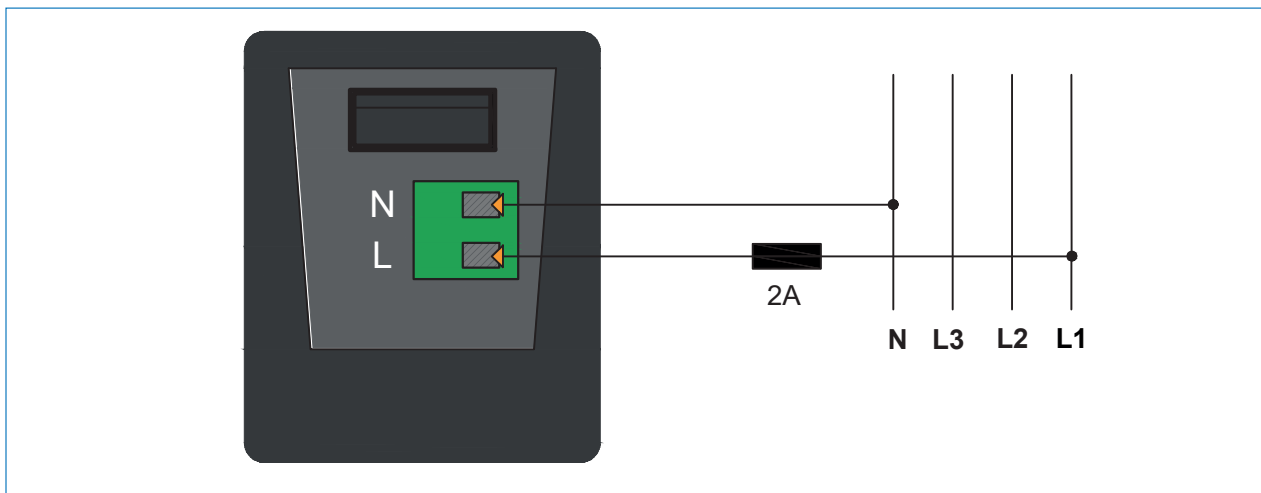

Figure 3.1
- a. Electricity Meter / Optical Port: See Figure 3.1